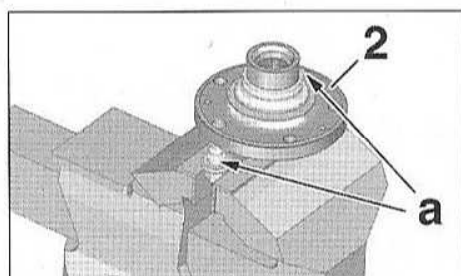

FIG.27
- Reposer deux vis de roue (a) sur le moyeu (2) et le placer dans l'étau, en prenant appui sur les plats des têtes des vis (Fig.27).